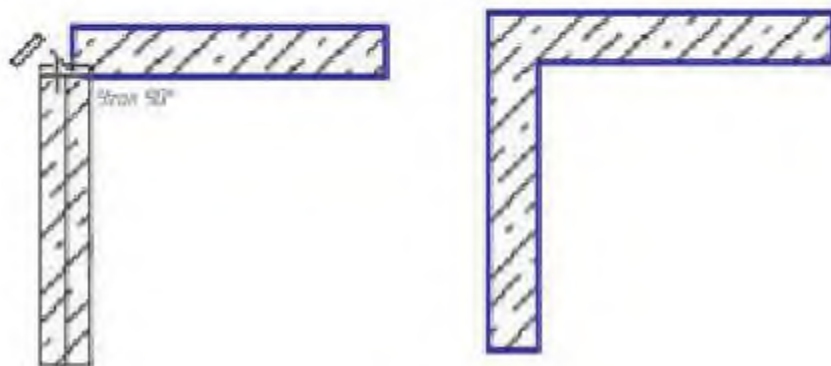

Рис. 22.9
**стен** позволяет автоматически, корректно стыковать разные виды стены при Г-образном, Т-образном и Х-образном сопряжении друг с другом. При этом не обязательно соблюдать условия точной стыковки — если стена будет соприкасаться с другой стеной хотя бы точкой, то эта стена будет автоматически с ней сопряжена (рис. 22.9).